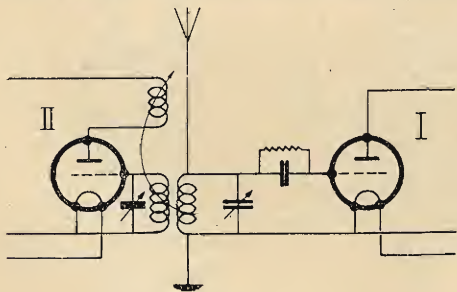

FIG. 55
Consideriamo adesso la fig. 55. Nella parte destra della figura si ha una semplice valvola (I) detentrica, mentre a sinistra abbiamo una valvola (II) in reazione detta « eterodina » che produce oscillazioni che per induzione elettromagnetica passano nel circuito di griglia della valvola
Altri sistemi per cambiare la frequenza sono: l'ultradina ed il suo derivato « tetrodo modulatore », la tropadina, la seconda armonica, la strobodina, l'iperdina. La fig. 55 mostra il sistema « ultrasadina » che è il più diffuso. La prima valvola modula le oscillazioni in arrivo mediante la placca collegata al circuito di griglia della seconda valvola mantenuta mediante l'accoppiamento in reazione. Quando la placca della prima valvola è positiva le semionde in arrivo vanno a sommarsi a quelle del circuito di griglia della seconda valvola.